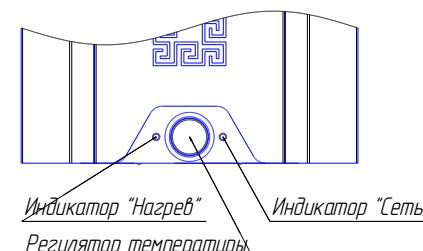

Рис.5 Органы управления
**7.2. ОРГАНЫ УПРАВЛЕНИЯ** каменки представляют из себя терморегулятор и светосигнальную арматуру (индикатор включения и нагрева, рис.5).
При подаче питания на каменку загорается лампа индикации "Сеть", далее необходимо повернуть ручку терморегулятора до щелчка, загорится лампа индикации "Нагрев", что будет сигнализировать о начале работы каменки (рис.5).